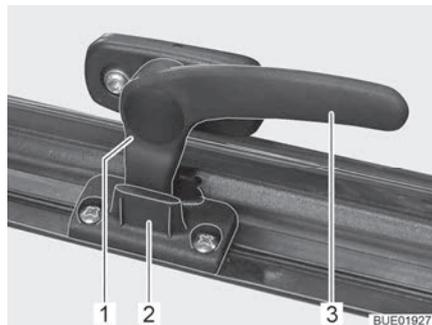

Fig. 21 Palanca de bloqueo en la posición de "ventilación continua"
- En la posición "ventilación continua" (Fig. 21)
- Girar la palanca de bloqueo (Fig. 21,3) un cuarto de vuelta hacia la mitad de la ventana.
- Girar la palanca de bloqueo un cuarto de vuelta hacia el marco de la ventana. El saliente de bloqueo (Fig. 21,1) se ha de introducir para ello en el rebaje del bloqueo de la ventana (Fig. 21,2).